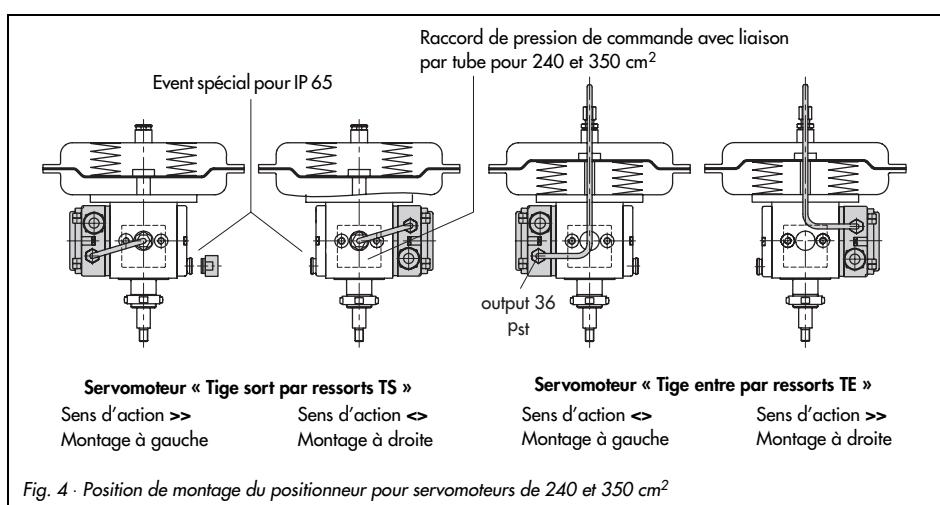

Fig. 4 · Position de montage du positionneur pour servomoteurs de 240 et 350 cm2
**Pour des servomoteurs de 240 et 350 cm2** (fig. 4), la pression de commande doit être amenée par un tube de liaison au raccord de pression de commande du servomoteur. Les numéros de référence des tubes de liaison nécessaires sont indiqués dans le tableau page 12.
Le sens d'action du positionneur définit également sa position de montage à gauche ou à droite sur le servomoteur (voir fig. 4). La position de l'amplificateur (12) doit être déterminée en conséquence sur le positionneur.
Le montage à gauche ou à droite signifie que – vu de la plaque d'inversion ou du raccord de pression de commande – le positionneur doit être fixé à droite ou à gauche sur l'arcade du servomoteur. La sortie de pression de commande (output 36) du positionneur doit être du côté du raccord du servomoteur (fig. 4).
Pour augmenter la protection d'IP 54 à IP 65, il suffit de remplacer l'évent standard du couvercle du servomoteur par l'évent spécial IP 65 avec filtre et clapet anti-retour (accessoires), voir fig. 4.